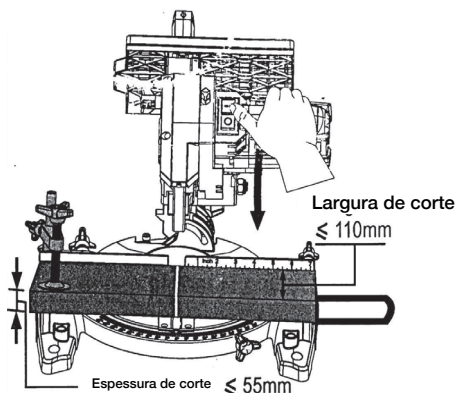

Figura 9 - Inserindo a peça a ser cortada
- Insira o material a ser cortado. Respeite a capacidade máxima de corte do equipamento. **(Figura 9)**